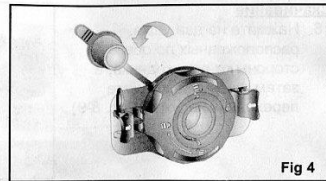

Fig 4
9. Вытащите колпачок, потянув за петлицу. (Рис. 4).